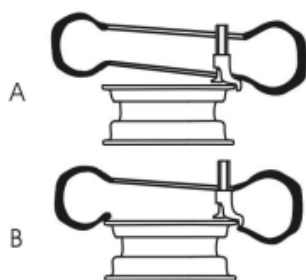

Abb.14
- Stellen Sie die relative Position zwischen dem Reifenwulst und dem Montage-/Demontagekopf so ein, dass der Reifenwulst den Montage-/Demontagekopf überquert. Am Ende des Montage-/Demontagekopfs sollte der Reifenwulst wie in Abb.14-A auf dem Montage-/Demontagekopf platziert werden: Am Anfang des Montage-/Demontagekopfs sollte der Reifenwulst unter der ballförmigen Erhebung des Montage-/Demontagekopfs platziert werden (siehe Abb.14-B).